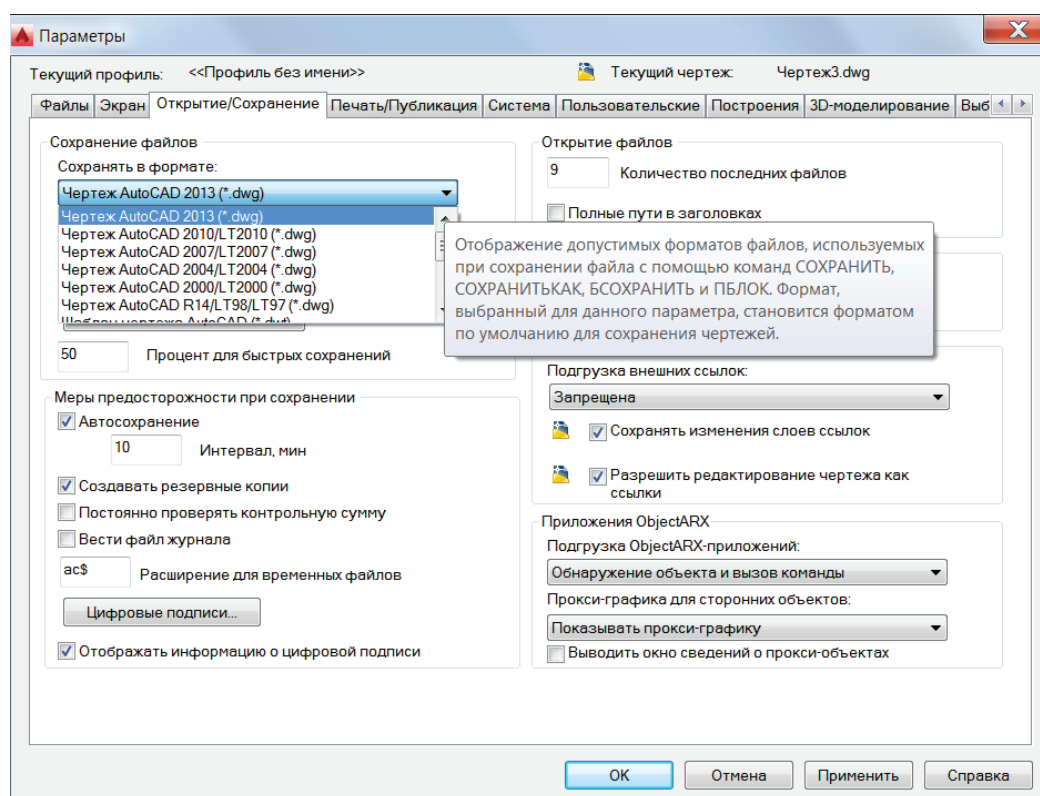

Рис. 1.4.2. Диалоговое окно **Параметры**. Вкладка **Открытие/Сохранение**
2. Вкладка **Открытие/Сохранение** (рис. 1.4.2).